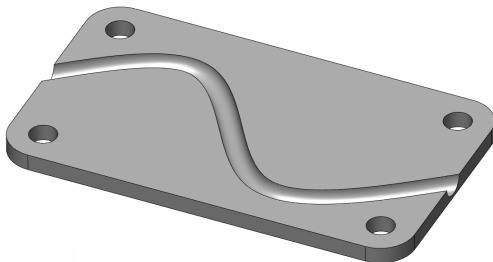

图 5-35 创建扫描切除特征
(4) 单击【确定】按钮, 即可创建扫描切除特征，效果如图 5-35 所示。